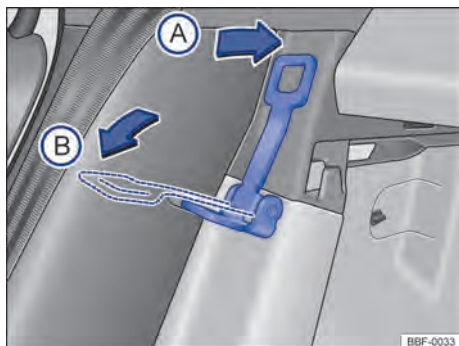

Fig. 69 Atrás do banco traseiro: alavanca para regulagem de inclinação do encosto
- Posição A:** colocar a alavanca → Fig. 69 no sentido da seta A, para retornar o encosto do banco para sua posição original.
- Posição B:** colocar a alavanca → Fig. 69 no sentido da seta B, para ampliar o compartimento de bagagem.
→ Fig. 69.